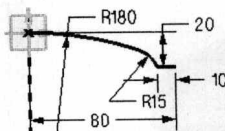

图 1.3 剖面草图
- (1) 选择命令。选择 **插入(I)** → **设计特征(F)** → **回转(R)** 命令（或单击 **回转** 按钮），弹出“回转”对话框。
- (2) 定义特征的剖面。
- ① 单击“回转”对话框中的 **剖面** 按钮，系统进入草绘环境。
- ② 定义草绘平面。单击“草图生成器”工具条中的 **草图生成器** 按钮，选取 XC-ZC 平面为草绘平面，单击 **确定** 按钮。
- ③ 绘制图 1.3 所示的剖面草图（半径值为 180 的圆的圆心在 ZC 轴上）。